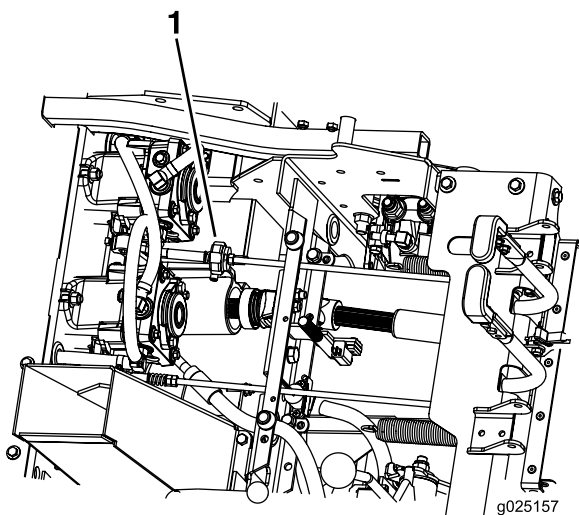

Figura 49
7. Asegúrese de que la máquina no se desplace en punto muerto con el freno de estacionamiento quitado (Figura 49).